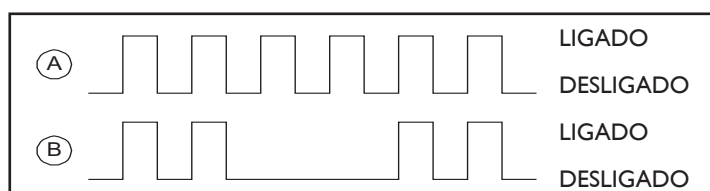

FIGURA 42
- Si la protección contra congelamiento de la unidad interior estuviere activo, el LED Verde va parpadear con una señal (intermitente) según (A) en la figura 42.
- Si existir una falla en el enfriamiento, el LED Verde va parpadear con una señal (pausado) según (B) en la figura 42.
- Si la protección contra sobrecarga en el compresor, en modo calentamiento, estuviere activada, el LED Amarillo va parpadear con una señal (intermitente) según (A) en la figura 42.
- Si el sensor (ambiente o de congelamiento de la unidad interior) fallar debido a un corto circuito (o circuito abierto), el Timer va parpadear con una señal (intermitente) según (A) en la figura 42.